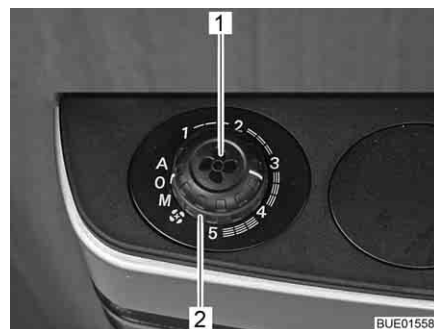

Fig. 136 Manopola e interruttore girevole per comando ventola
- Con l'interruttore girevole (Fig. 136,2) impostare la modalità di funzionamento desiderata.
- Posizionare l'interruttore girevole (Fig. 136,2) su "0".